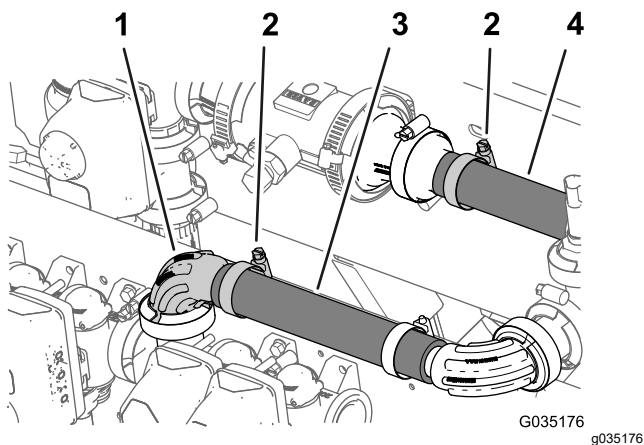

Figure 52
3. Serrez le collier qui fixe le flexible (1 x 7¼ po) sur le raccord à bride cannelé (1 po) que vous avez branché sous Montage du transducteur de pression sur la machine \(page 22\); voir Figure 52.